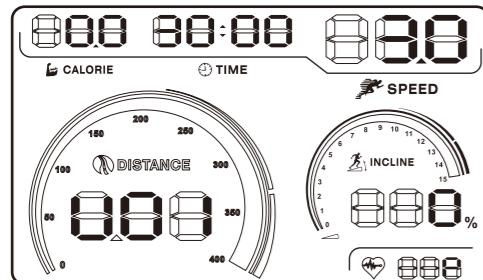

图43
- 连续按下面板上Training Prog键 ，直至屏幕上出现U01字样，时间窗口闪烁，默认时间为30分钟，您可以通过SPEED（速度）的+(增加)/-(减少)键调整时间。（图43所示）。